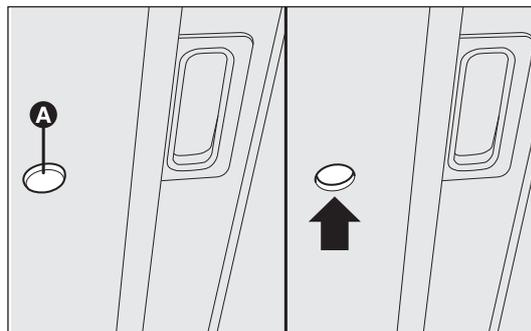

fig. 84
- introduire cette clé dans le logement A-fig. 84 et tourner :